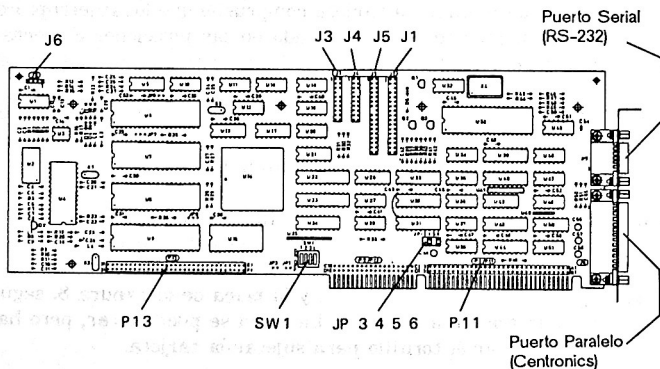

Figura 3
7. Conecte el cable de control de la unidad de disco flexible al conector J1 de la Tarjeta de Conexiones, según se muestra en la Figura 3. Asegúrese de que el borde del cable que tiene la marca de color se encuentre cerca del borde superior de la tarjeta.
8. Si el PC tiene una unidad de disco duro, conecte el cable de control de la unidad de disco duro al conector J5 de la Tarjeta de Conexiones, según se muestra en la Figura 3. Asegúrese de que el borde del cable que tiene la marca de color se encuentre cerca del borde superior de la tarjeta.
9. El cable de datos de la primera unidad de disco duro se tiene que conectar al conector J4 de la Tarjeta de Conexiones. Si el PC incluye una segunda unidad de disco duro, el cable de datos de esta unidad se tiene que conectar al conector J3 de la Tarjeta de Conexiones, ver la Figura 3. Asegúrese de que el borde del cable que tiene la marca de color se encuentre cerca del borde superior de la tarjeta.
10. Conecte el cable del LED de la unidad de disco duro al conector J6 de la Tarjeta de Conexiones, según se muestra en la Figura 3. Este conector está diseñado para que se pueda conectar en cualquier posición.